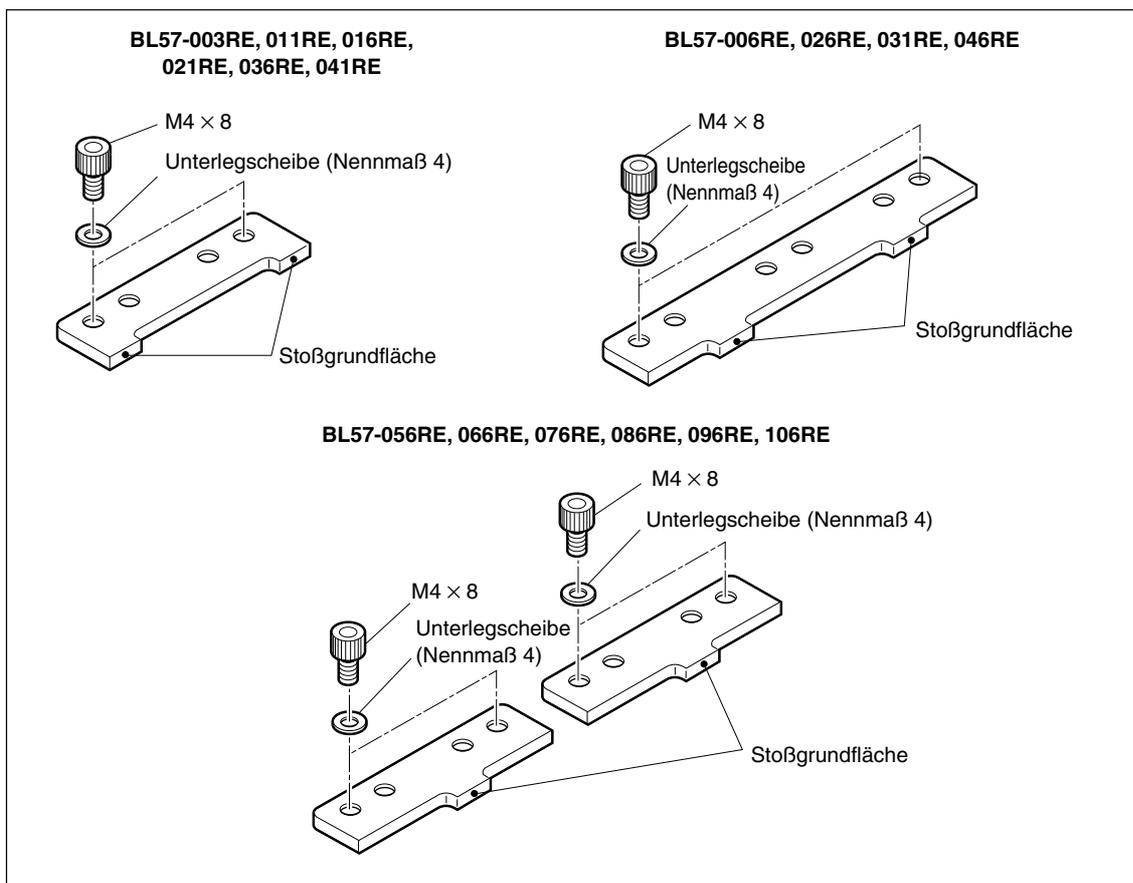

Abb. 3-6
- 4** Schieben Sie den Maßstab zwischen Maßstabsklammer und Montagefläche ein, während Sie seine Bezugsfläche (siehe Abb. 3-6) leicht gegen die Stoßgrundfläche drücken (Hinweis). Ziehen Sie die in der Abbildung mit A und B gekennzeichneten Schrauben der Maßstabsklammer schrittweise und abwechselnd an. (Verwenden Sie nur die linke Maßstabsklammer für Klammern mit zwei Schrauben, und die mittlere Maßstabsklammer für Klammern mit drei Schrauben.) (Endanzugsmoment:  $1,4 \text{ N} \cdot \text{m}$ )